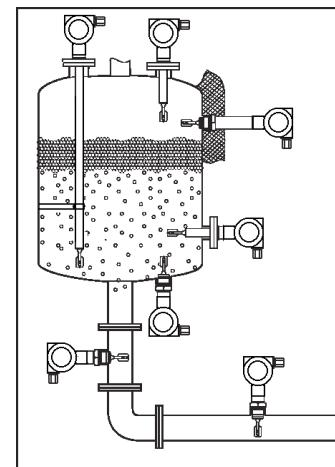

Рисунок 6
2.4.2 Внимание: при установке **СУ с погружной частью "L" более 0,6м необходимо дополнительно устанавливать кронштейн или защитную трубу для предотвращения перелома от колебаний при боковых нагрузках (см. рис. 6 и 7).**